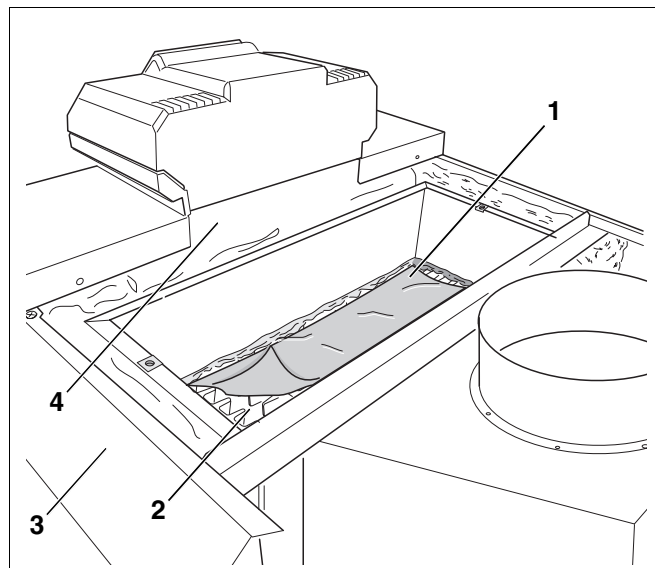

Abb. 4 Kesselblock abdecken (hier z. B. G334)
- Decken Sie vor der Montage der Abgassperrklappe den Kesselblock (Abb. 4, **Pos. 2**) ab (z. B. mit Pappe oder Ähnlichem – Abb. 4, **Pos. 1**), um zu vermeiden, dass Gegenstände in den Kesselblock fallen.
- Rechte Seitenwand (Abb. 4, **Pos. 3**) entfernen, um später die Konsole montieren zu können.